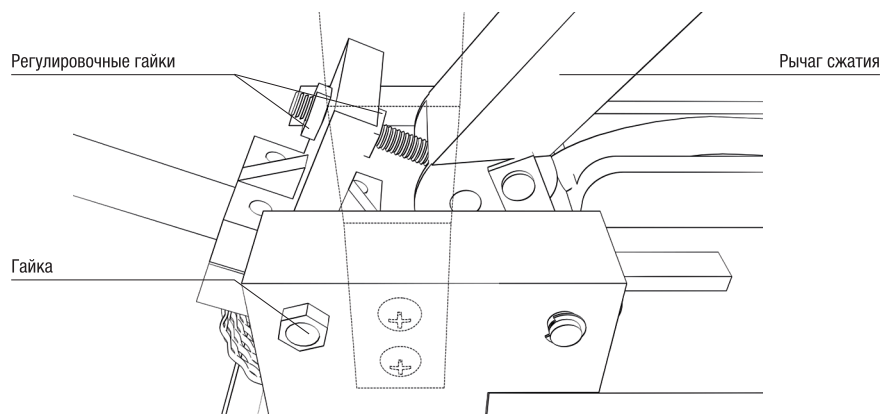

рис. 3
- Отрегулируйте сжатие: регулировка производится регулировочными гайками, при правильной регулировке рычаг сжатия должен упираться в ограничитель. Правильная регулировка сжатия позволит добиться наилучшего качества сварки. После регулировки хода верхнего электрода затяните регулировочные гайки (рис. 3).